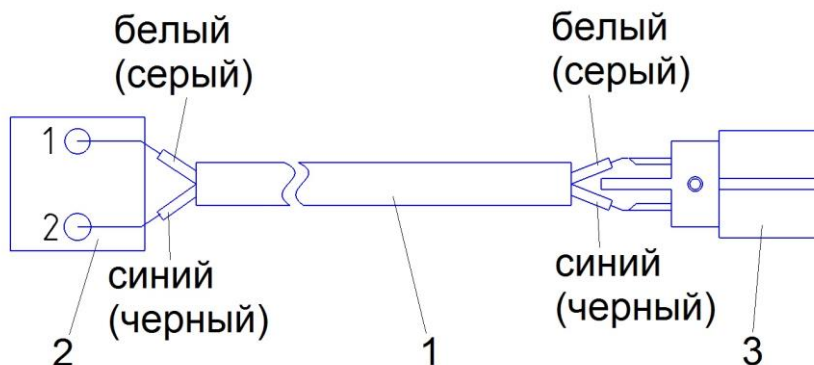

Рис.3 Схема присоединения кабеля к разъемам
4.5 По заказу кабель может не поставляться и монтируется заказчиком самостоятельно. Присоединение кабеля к разъемам см. рис.3